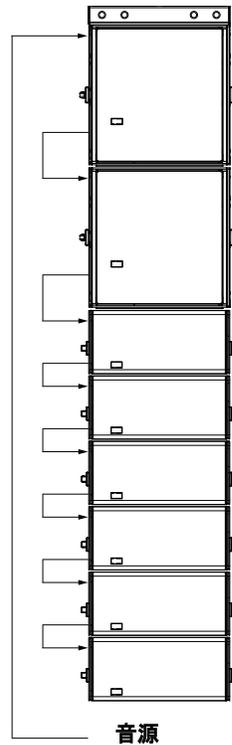

図3:フライング混合型アレイ
- LEOPARD及び900-LFCのフライング混合型アレイ(図3)